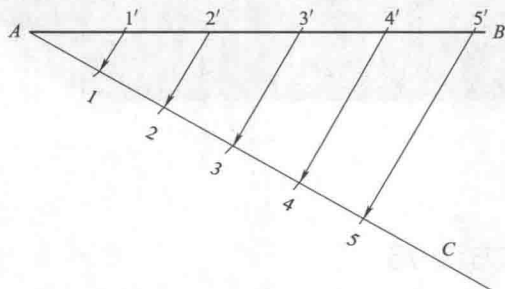

图 1-1 线段的任意等分
- ① 如图 1-1，首先画一直线 AB ，再从 A 点作一直线 AC 与 AB 成一角度（大于 20° 小于 40° ）。
- ② 由 A 点开始在 AC 上截取任意 5 等分，等分点为 1、2、3、4、5。
- ③ 连接 $B5$ 线段，通过 4、3、2、1 各点作 $B5$ 的平行线，分别交 AB 线于 $4'$ 、 $3'$ 、 $2'$ 、 $1'$ 各点。则将 AB 线段分为 5 等分。